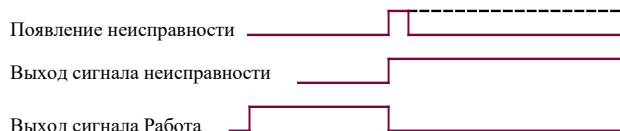

Рисунок 7-15 Синхронизация сигналов неисправности
- ① Значение "ON", упомянутое выше, следующее: для релейного выхода нормально разомкнутые контакты (1В и 1С, 2В и 2С) подключены, нормально замкнутые контакты (1В и 1А, 2В и 2А) разомкнуты; для выхода с открытым коллектором это означает, что точка выхода находится в состоянии низкого уровня. Аналогично, в отношении вышеупомянутого "disconnected": для релейного выхода это означает, что нормально разомкнутые контакты (1В и 1С, 2В и 2С) отключены, а нормально замкнутые контакты (1В и 1А, 2В и 2А) подключены; для выхода с открытым коллектором это означает, что точка выхода находится в состоянии высокого импеданса.
- ② Заводская настройка, р 31.04 = 3, порт Y0 назначен как выходной порт сигнала работы (RUN); P31.05 = 2, порт Y 1 назначен как выходной порт сигнала неисправности инвертора.
- ③ Сигнал работы (RUN): Инвертор подает сигнал работы (RUN) только тогда, когда он получает командный сигнал направления вверх/вниз и отсутствует блокировка.
- ④ Синхронизация сигнала неисправности: В случае какой-либо неисправности инвертора выдается сигнал неисправности. В то же время, рабочий сигнал будет очищен. Сигнал неисправности фиксируется, и его можно сбросить внешним входным сигналом сброса, операцией сброса оператором, сбоем питания или по истечении установленного внутри времени задержки. Синхронизация сигнала неисправности показана на рис. 7-15.